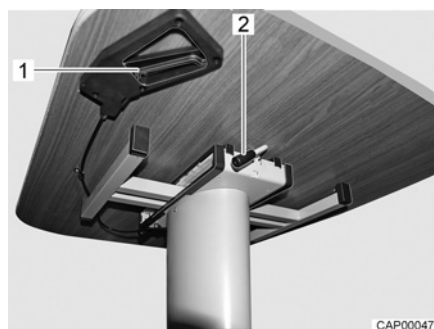

Fig. 43 Spostamento del tavolo rialzabile
- Ruotare verso il basso la leva (Fig. 43,2), fino a quando si trova in posizione verticale verso il basso.
- Ruotare verso l'alto la leva (Fig. 43,2), fino a fissare il piano del tavolo.
- Tirare la levetta di bloccaggio (Fig. 43, 1).
- Rilasciare la levetta di bloccaggio (Fig. 43,1). Il piano del tavolo rimane nella posizione impostata.